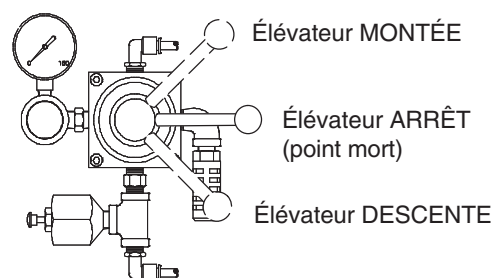

Fig. 5
La vanne de régulation d'air de l'élévateur a 3 positions (Fig. 5):
1. Positionner le levier de la vanne manuelle sur OFF (Fig. 5). Fermer le régulateur d'air de l'élévateur et la vanne de régulation d'air principale.
2. Positionner le levier de la vanne manuelle sur UP (Fig. 5). Ouvrir la vanne de régulation d'air principale et le régulateur d'air de l'élévateur jusqu'à ce l'élévateur commence à se déplacer vers le haut. Laisser l'élévateur monter au maximum.
4. Positionner le levier de la vanne manuelle sur DOWN (Fig. 5) et faire descendre l'élévateur jusqu'à ce que le plateau suiveur soit sur le point de pénétrer dans le seau, puis mettre le levier de la vanne sur OFF. Si nécessaire, repositionner le seau pour que le racleur ne heurte pas le bord du seau.
6. Positionner le levier de la vanne manuelle sur DOWN (Fig. 5) pour faire descendre le plateau suiveur dans le seau jusqu'à ce que tout l'air soit chassé et que le produit sorte de l'évent.
8. Régler la pression d'air alimentant l'élévateur à 345 kPa, 3,4 bars. Positionner le levier de la vanne manuelle sur DOWN (Fig. 5).
1. Positionner le levier de la vanne manuelle sur DOWN (Fig. 5).
1. Arrêter la pompe en fermant le distributeur d'air principal de type purgeur ou la vanne de distribution de produit, puis en positionnant le levier de la vanne manuelle sur UP (Fig. 5). Équilibrez soigneusement la pression à l'intérieur du fût à l'aide du bouton de décharge du suiveur.
3. Quand l'élévateur arrive en fin de course supérieure, positionner la vanne manuelle sur OFF (Fig. 5).
1. Positionner le levier de la vanne manuelle sur OFF (Fig. 5). Couper l'alimentation d'air de l'élévateur et de la pompe.
1. Pour arrêter le mouvement de l'élévateur, positionner le levier de la vanne manuelle (Fig. 5) sur OFF.